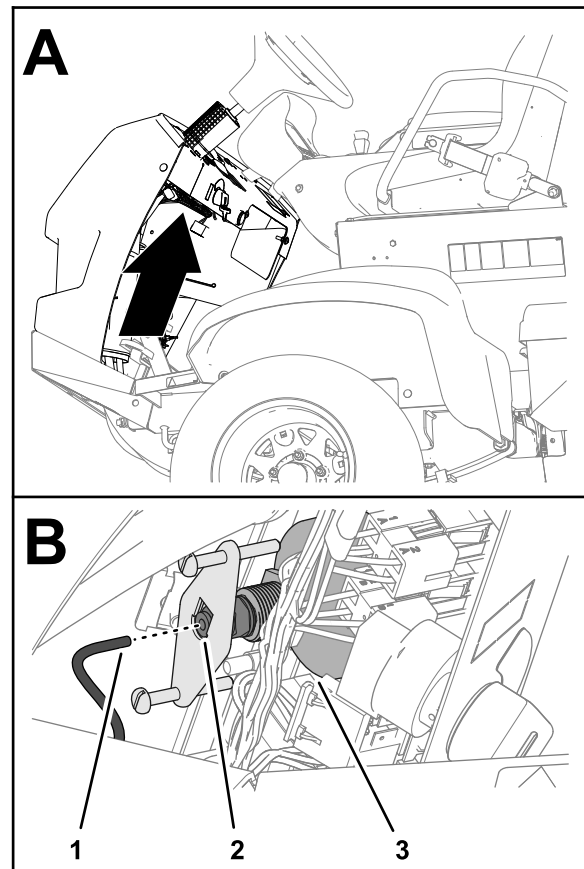

Bild 122
5. Entfernen Sie das Rohr von der Rückseite des Manometers und legen Sie das Ende des Rohres in einen Behälter (Bild 122).